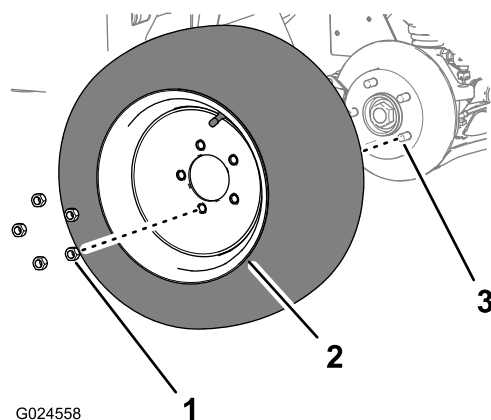

図 16
1. 前輪をホイールハブに固定しているラグナット5個を外す 図 16。
2. ホイールハブから前輪を取り外す 図 16。